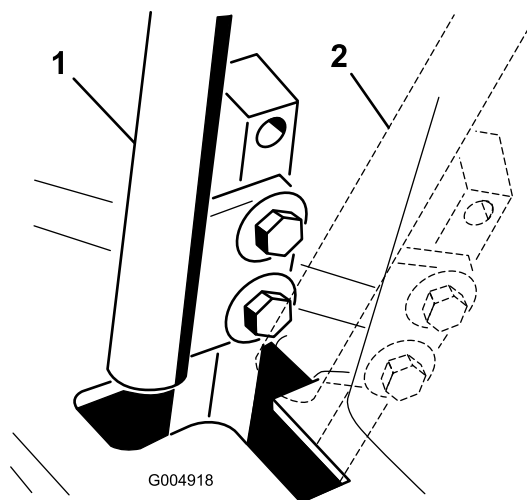

Figura 57
4. Mueva la palanca de control a la posición de punto muerto, pero **no a la posición de bloqueo** (Figura 57).
6. Compruebe la posición de la palanca de control con relación a la muesca de la consola (Figura 57).